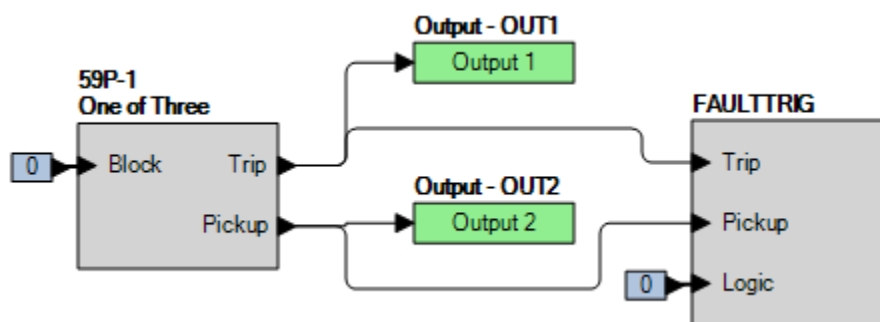

Figura 59-1. Ajustes de BESTlogicPi+us
Paso 2: Utilice BESTCOMSPi+us para configurar la Lógica programable de BESTlogicPi+us, como se muestra en la Figura 59-1.
Paso 4: Prepárese para monitorear la operación de la función 59P-1. El funcionamiento se puede verificar monitoreando OUT2 (consulte la Figura 59-1).